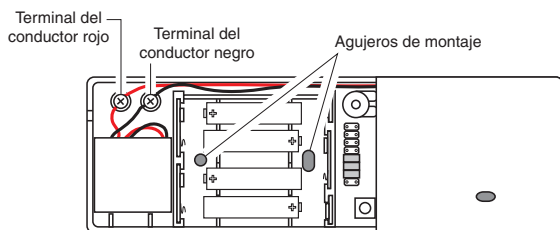

Figura 5
- Pase los conductores del micrófono por la pequeña ranura de la caja del prolongador de la campana. *Nota:* Si es necesario, retire los conductores del micrófono de los terminales con un destornillador Phillips pequeño. Luego de pasar los conductores por donde es necesario, vuelva a conectar los conductores codificados con colores emparejándolos con los terminales (vea la Figura 5).
- Sostenga el prolongador de la campana en el sitio deseado, y marque los dos orificios de montaje (vea la Figura 5).